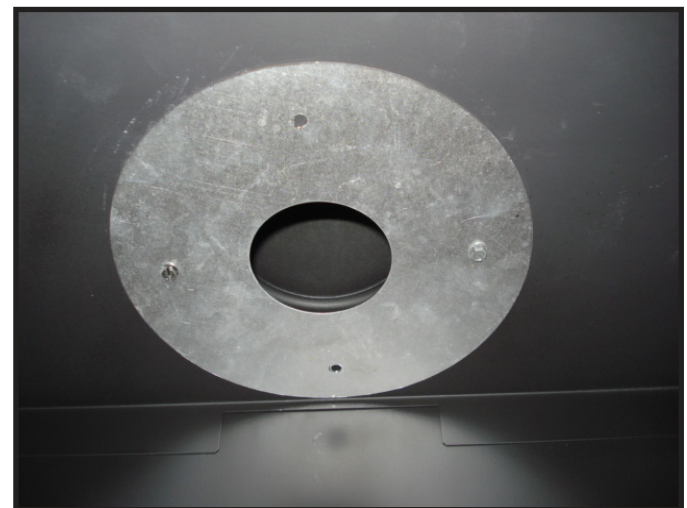

Figure 7.9 Installation du réducteur d'échappement
3. Utilisez deux vis autotaraudeuses de 1/2 po (13 mm) pour fixer le réducteur d'échappement au bouclier thermique de la boîte à feu. Voir la Figure 7.9.